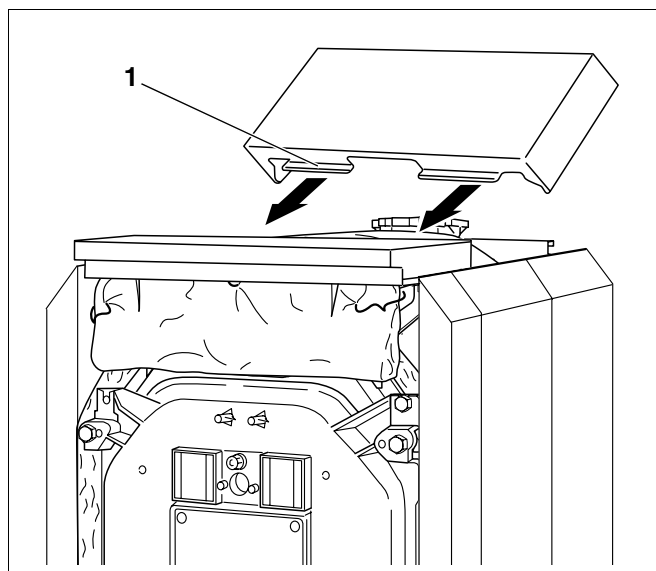

Рис. 53 Установка средней крышки
- Отбортовки средней крышки котла (рис. 53, поз. 1) завести под переднюю крышку и вставить ее в канавки боковых стенок.